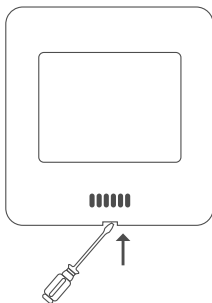

Рис. 14. Демонтаж лицевой панели терморегулятора
1. Освободите лицевую панель, вставив отвертку в паз в нижней части как показано на рис. 14.